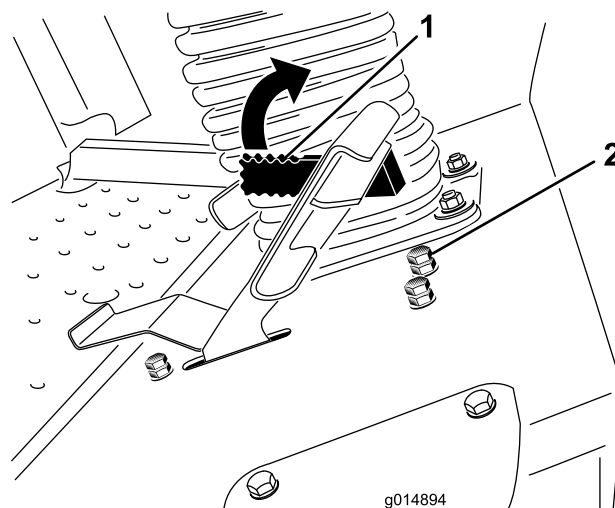

Bild 52
Der Hebel des Geschwindigkeitsbegrenzers (Bild 52) kann nach vorne gekippt werden, um die Fahrtriebsgeschwindigkeit während des Betriebs zu begrenzen.
- Lösen Sie die Klemmmutter an der Anschlagschraube des Gschwindigkeitsbegrenzers (Bild 52).